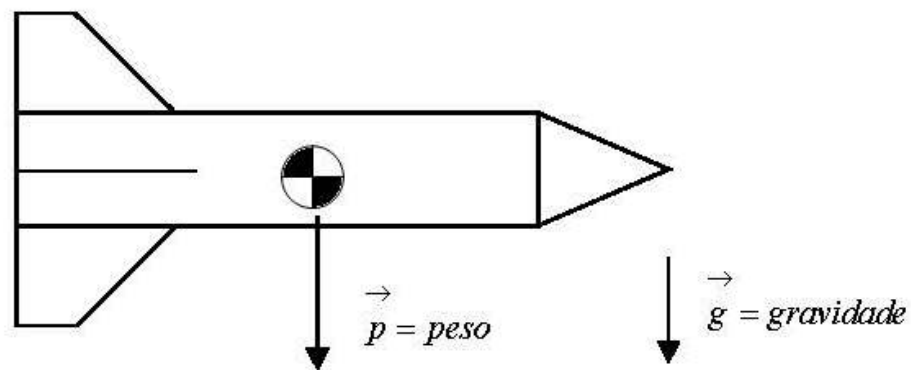

Figura 3.1. CG do foguetemodelo.
Definição: o centro de gravidade é o ponto no qual, de forma simplificada, se concentra o peso (P) de um objeto como mostrado na Figura 3.1. Símbolo: